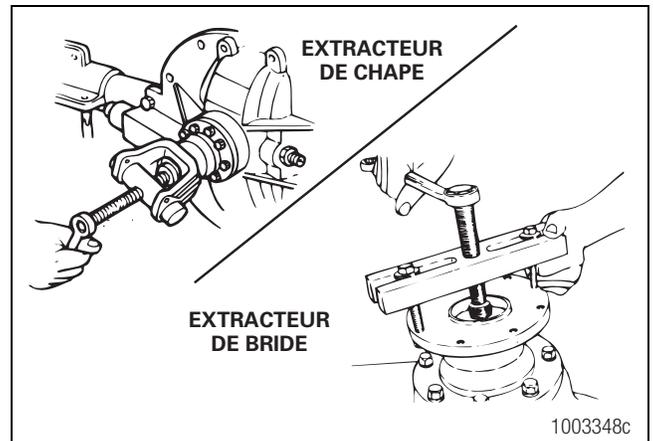

Figure 3.23
- Si la chape ou la bride semble coincée sur le pignon d'attaque : utiliser une presse. Figure 3.23.